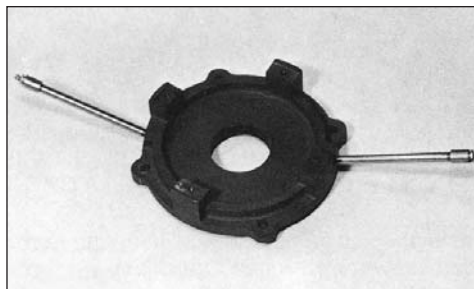

Figura 6-47
1. Retire los tubos de llenado y de drenado de grasa y los contenedores de grasa de la capa externa del balero (figura 6-47).